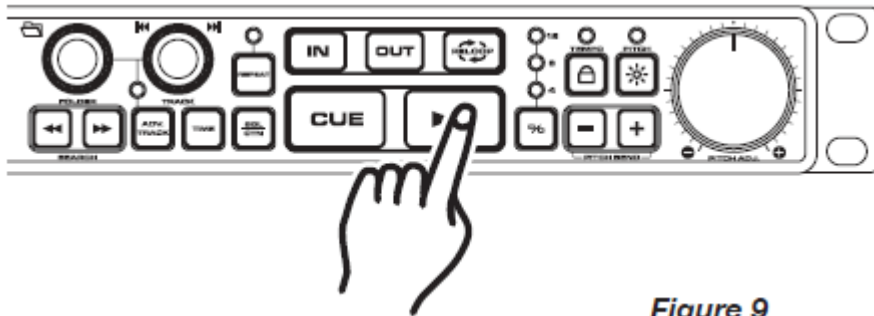
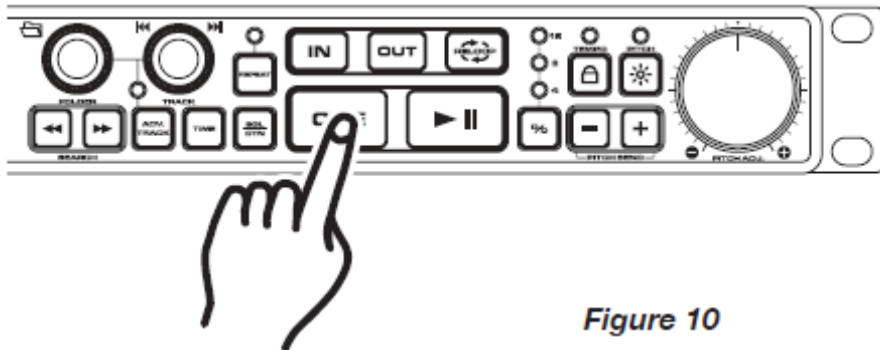
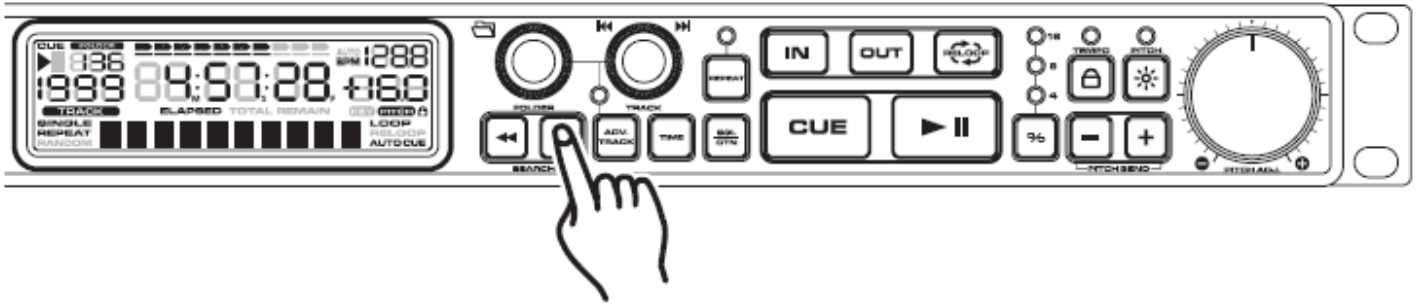

Figure 9
Figure 10
Figure 11
4. METTRE SUR PAUSE : FIGURE 9
5. ARRÊTER LA LECTURE : FIGURES 9 ET 10
Cette fonctionnalité vous permet de faire défiler une à une les frames d'une piste, vous permettant de trouver et définir un point de départ de Cue ou une boucle. Pour utiliser la fonction de navigation, vous devez d'abord vous mettre en Mode Pause (voir section 4) ou Cue (voir section 8). Une fois que vous y êtes, appuyez sur les BOUTONS DE RECHERCHE (19) pour naviguer parmi les pistes (figure 11). Quand vous utilisez les BOUTONS DE RECHERCHE (19), la fonction contrôle vous permet d'écouter ce dans quoi vous naviguez. Une fois atteint votre point de départ désiré, vous pouvez définir un point de Cue (point de départ) en appuyant sur le bouton PLAY/PAUSE (14) comme indiqué sur la figure 9. Appuyer sur le bouton CUE (15) comme indiqué sur la figure 10, va vous faire revenir sur le point que vous venez de définir.